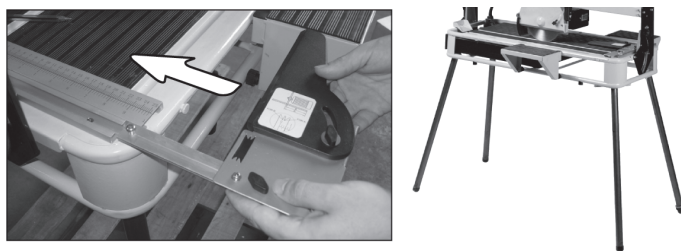

Рисунок 7. Схема налаштування упорів робочого столу за допомогою лінійок та кутоміру (транспортиру).
5.1.2.7 Налаштування упорів для заготовок на робочому столі (Рис. 7).